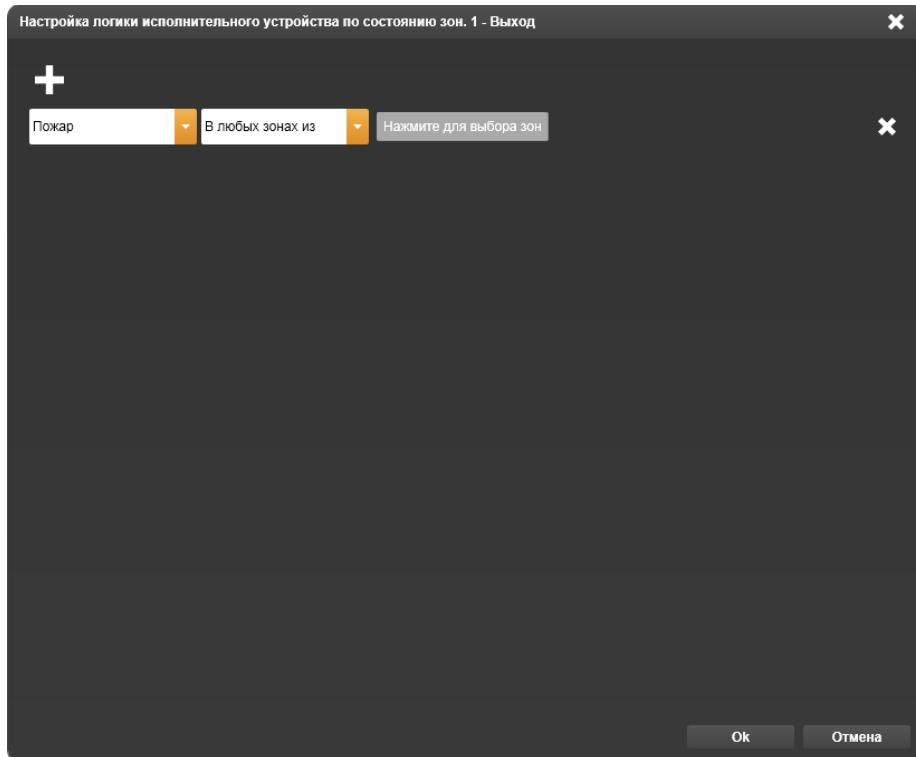
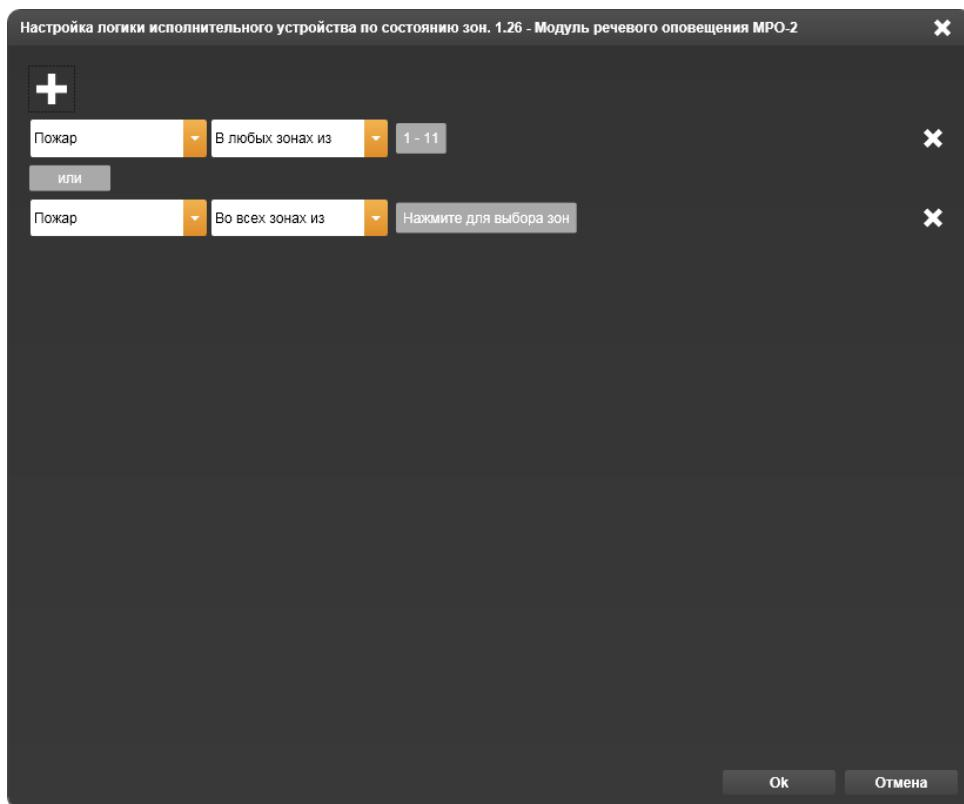

Рисунок 14.3.37 – Окно **Настройка логики исполнительного устройства по состоянию зон**
Рисунок 14.3.39 – Добавление настройки логики срабатывания устройства в окне
**устройства по состоянию зон**, содержащее в названии адрес и шифр устройства (Рисунок 14.3.37).
Если имеется необходимость дополнить логику срабатывания исполнительного устройства еще одним событием в тех же или других зонах, то следует воспользоваться кнопкой – **Добавить вверху окна Настройка логики исполнительного устройства по состоянию зон** (Рисунок 14.3.37). В результате щелчка на этой кнопке в существующем окне добавляется вторая строка, в которой так же, как описано выше, можно настроить событие и зоны, в которых оно происходит, для формирования логики срабатывания исполнительного устройства (Рисунок 14.3.39).
Кроме того появляется возможность настроить срабатывание исполнительного устройства в логической связи между событиями в зонах первой и второй строк. Для этого необходимо навести указатель мыши на предлог **и**, расположенный между строками, и щелкнуть на нем – произойдет его замена предлогом **или**. Повторный щелчок поменяет обратно **или** на **и**. Таким образом, состояние исполнительного устройства будет зависеть от того как связаны события между собой в первой и второй строках окна **Настройка логики исполнительного устройства по состоянию зон** (Рисунок 14.3.39) – логическим «**И**» либо логическим «**ИЛИ**». Иными словами, если применить логическое «**И**», то исполнительное устройство сработает только тогда, когда произойдут оба события в зонах первой и второй строки. Если же применить логическое «**ИЛИ**», то исполнительное устройство будет срабатывать всякий раз, когда произойдет событие в зонах хотя бы одной строки.